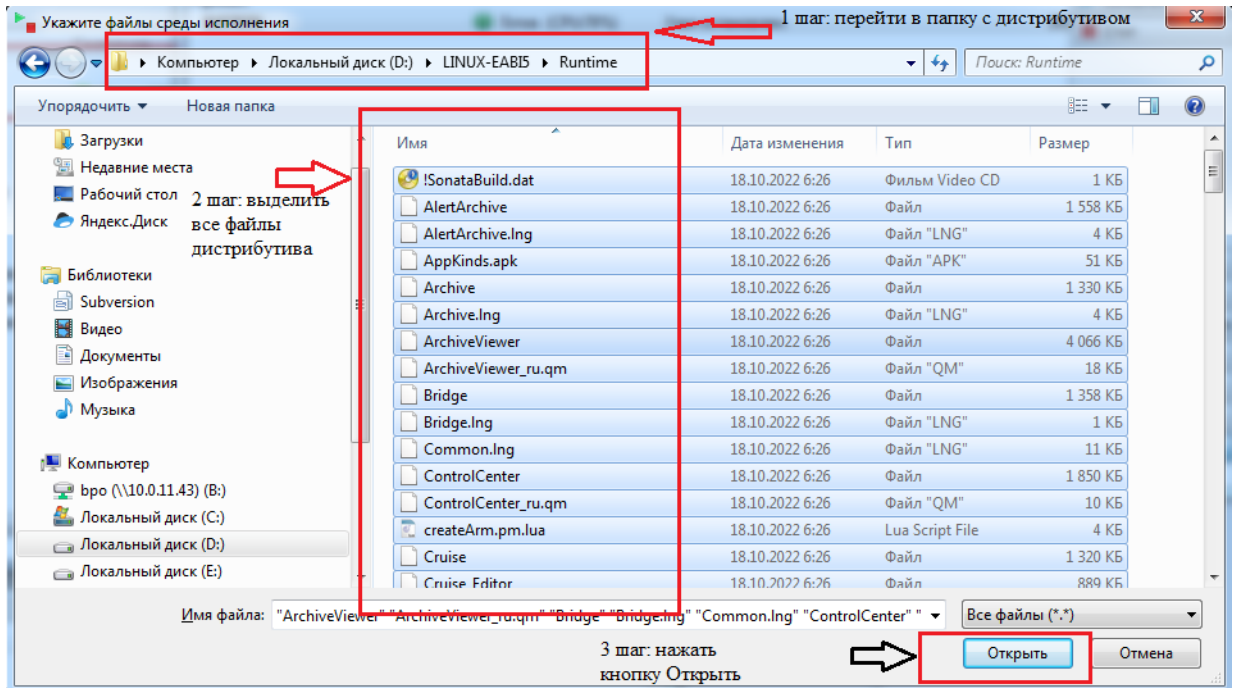

Рисунок 3.7 - Шаги для выбора дистрибутива для рассылки
5. После нажатия на кнопку ОК откроется окно, где необходимо перейти к папке с файлами дистрибутива для узла KATREN. Далее выделить все файлы дистрибутива, к примеру на операционных системах Windows это выполняется нажатием сочетания клавиш CTRL + A, и нажать кнопку Открыть (см. рис. 3.7).